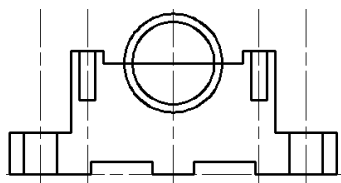

图 9-57 绘制同心圆
- 08 将“轮廓线”设置为当前图层, 使用【圆】命令, 绘制如图 9-57 所示的直径为 20 和 24 的同心圆。